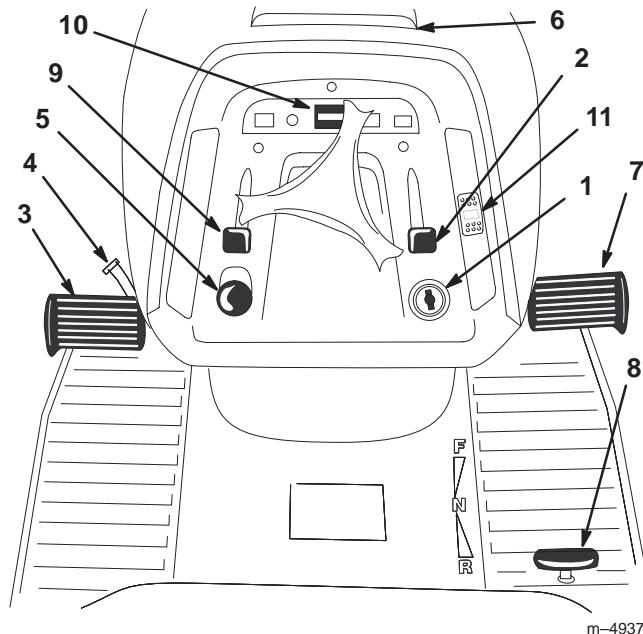

Bild 2
Machen Sie sich mit den Bedienungselementen (Bild 2) vertraut, bevor Sie den Motor anlassen und die Maschine bedienen.
1. Drücken Sie das Bremspedal (Bild 2) herunter und halten es in der gedrückten Position.
2. Drehen Sie den Feststellbremsschalter (Bild 2) gegen den Uhrzeigersinn und nehmen den Fuß nach und nach vom Bremspedal. Das Bremspedal sollte in heruntergedrückter (gesperrter) Position bleiben.
1. Drücken Sie das Bremspedal (Bild 2) herunter. Der Feststellbremsschalter sollte sich lösen.
2. Drücken Sie den Tempomat-Schalter in die Ein-Stellung (Bild 2).
Der Betriebsstundenzähler befindet sich auf dem Instrumentarium (Bild 2). Der Zähler zeigt die Gesamtbetriebsstunden der Maschine an.